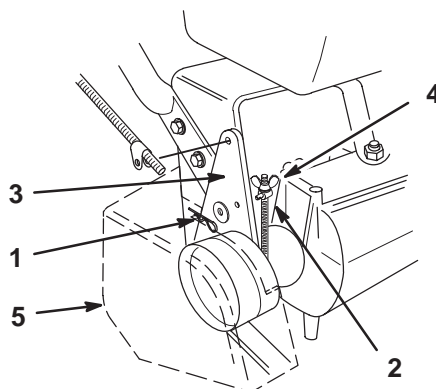

Figure 32
3. Pour régler le frein, enlevez la goupille fendue et la rondelle du levier (Fig. 32).
4. Tournez le tourillon jusqu'à ce qu'il rentre facilement dans le levier de frein (Fig. 32). Serrez l'écrou papillon.
5. Fixez le tourillon au levier de frein à l'aide de la rondelle et de la goupille fendue (Fig. 32).
1. Déposez le protège-courroie (Fig. 32).